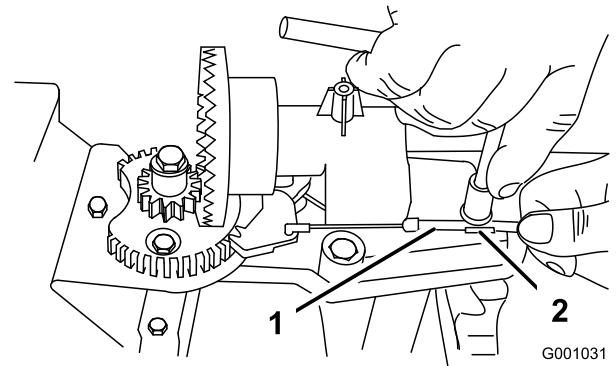
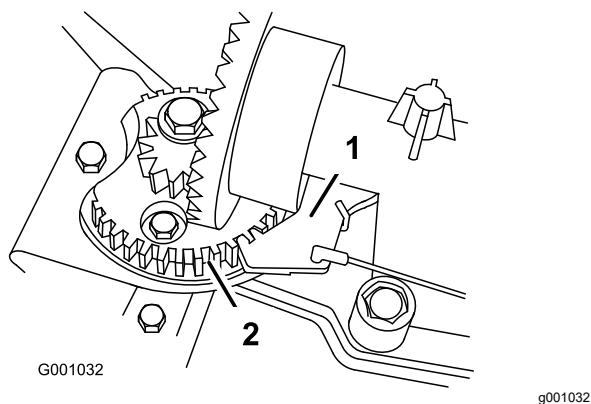

Figura 40
Figura 41
2. Afloje el perno de la abrazadera (Figura 40).
3. Tome el conducto del cable y muévelo hacia la parte delantera de la máquina hasta que el trinquete del conducto de descarga engrane completamente los dientes del engranaje (Figura 40 y Figura 41).
Nota: El trinquete tiene resorte y se mueve naturalmente hacia dentro de los dientes del engranaje (Figura 41).